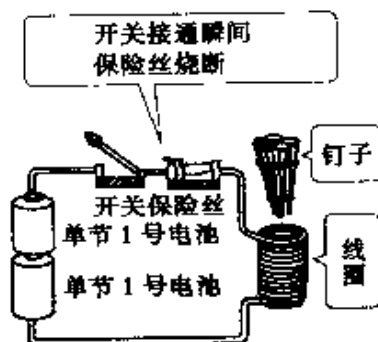

图 1 线圈不能限制直流电流
① 在万能笔上适当地缠上漆包线(电线), 再紧缠上透明胶纸带, 抽出万能笔, 制成电感线圈。
② 按图 1 接好线, 在铁芯(钉子)不插入电感线圈时接通开关。发现保险丝瞬间被烧毁(开关不断开时更换新电池)。
③ 即使在线圈内插入铁芯(线圈的电感量  $L$  较大), 一接通开关, 保险丝仍被烧毁。